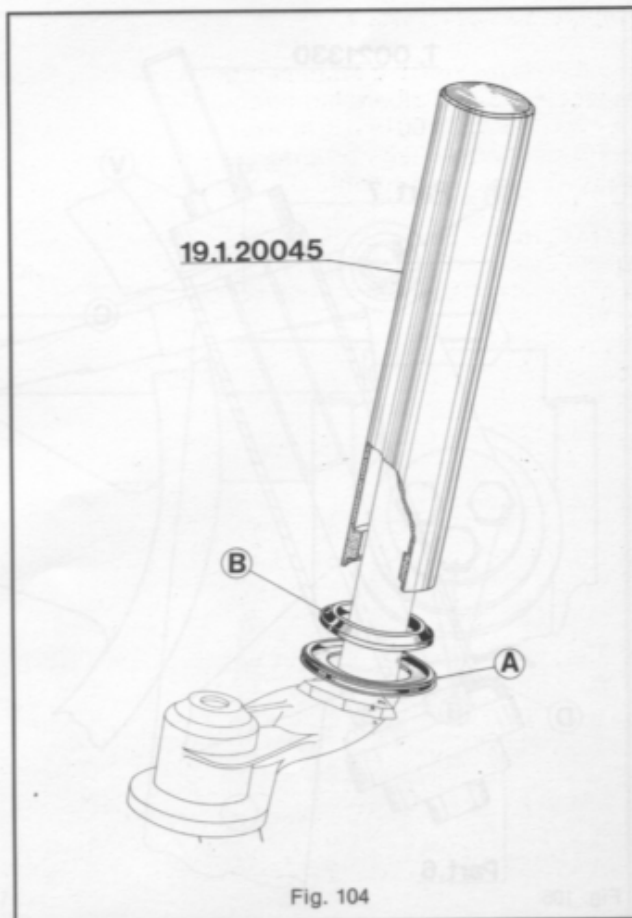

Fig. 104
**Fig. 104 - Sede inferiore del cuscinetto inferiore tubo sterzo**: Introdurre sul tubo sterzo il parapolvere «A» e la sede «B» quindi con l'attrezzo 19.1.20045 spingere (mediante colpi di mazzuolo) fino a portare a battuta il gruppo sede - para-polvere, togliere a questo punto l'attrezzo e montare le sfere (n. 27) sulla sede preventivamente ingrassata con grasso FIAT Z2 o IP Autogrease LZ.